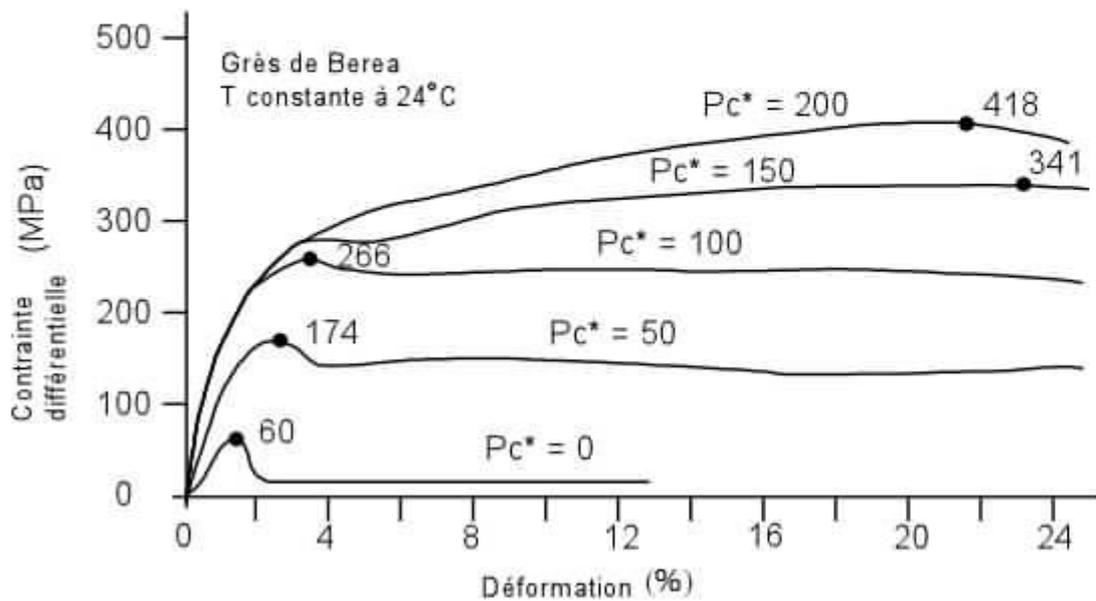

Figure 3: Graphique contrainte/déformation pour le grès de Berea.  $P_c^*$ , pression de confinement effective.
Une série d'essais a été effectuée sur le grès Berea du Mississippien de l'état d'Ohio, un grès de taille moyenne et pauvrement cimenté. Les essais portent sur la transition ductile-fragile. La procédure est la même que pour l'exercice 1, où la contrainte axiale ( $s_1$ ) a été augmentée progressivement au cours de chaque essai. Pour chaque essai, on a fait varier la pression interstitielle des fluides ( $P_f = 0, 50, 100, 150$  et  $200$  MPa) tout en gardant la pression de confinement constante à  $200$  MPa. Les résultats sont présentés à la figure 3. Les graphiques contrainte/déformation pour le grès de Berea diffèrent de ceux du grès de Oil Creek; les spécimens ne subissent pas de perte totale de cohésion une fois le seuil de plasticité atteint. Certains échantillons continueront de se déformer de façon ductile même s'il y a développement d'un plan de rupture. L'orientation des plans de rupture mesurés sur les échantillons est de  $26^\circ$  à  $0$  MPa,  $27^\circ$  à  $50$  MPa,  $34^\circ$  à  $100$  MPa,  $36^\circ$  à  $150$  MPa et  $38^\circ$  à  $200$  MPa (ces valeurs correspondent aux angles entre le plan de rupture et  $s_1$ ).
- 1) Examinez les courbes de la figure 3. Décrivez et expliquez les différentes formes des courbes en fonction de la pression de confinement effective. Le seuil d'élasticité et la résistance ultime sont-ils différents d'une courbe à l'autre?